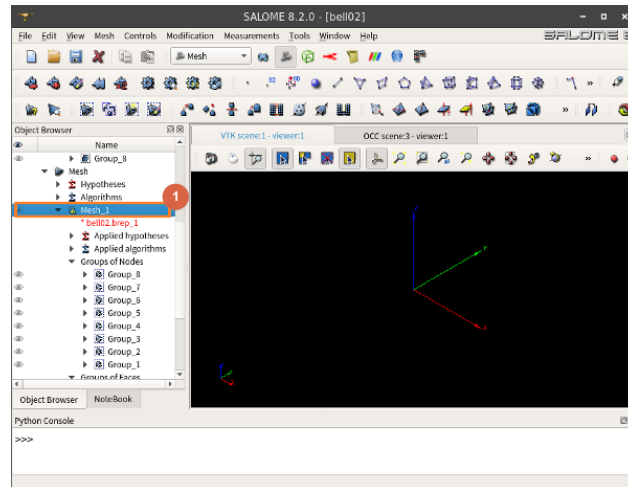

Figure 10: 10
- Figure 10에서, 금방 모든 셋팅을 마친 1번 피쳐 즉 Mesh_1의 컨텍스트메뉴(마우스 오른쪽 버튼을 누르면 나오는 메뉴)에서 Compute를 누르면, 매쉬 생성 작업을 시작하게 된다. 조금 기다리면 매쉬 생성이 완료되고, 매쉬에 관한 정보를 알려주는 창이 뜬다.